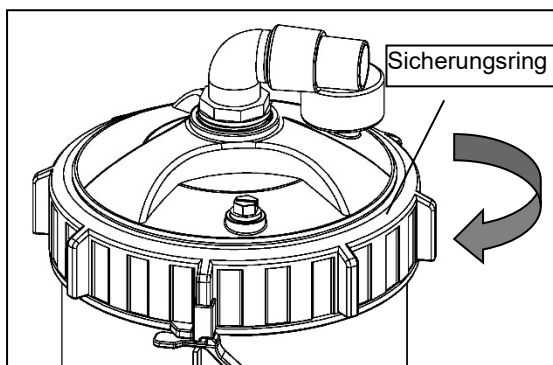

Abbildung 3 - Filterabdeckung
Bei Einlagerung des Filters im Winter sollte dieser an einem beheizten Ort aufbewahrt werden, um Frostschäden zu vermeiden. Zuvor muss der Filter vollständig vom Wasser entleert werden. Entfernen und reinigen Sie die Filterpatrone, lassen Sie sie trocknen und lagern Sie sie im Winter separat an einem trockenen Ort. Ziehen Sie den Spannring (Abbildung 3) nicht komplett an, wenn Sie das Gerät für den Winter einlagern, und bewahren Sie das Reinigungssystem an einem beheizten Ort auf, um Frostschäden zu vermeiden.
1. Stellen Sie sicher, dass der Spannung der Filterabdeckung (Abbildung 3 - Spannungring) gespannt ist (das Anziehen per Hand ist ausreichend).